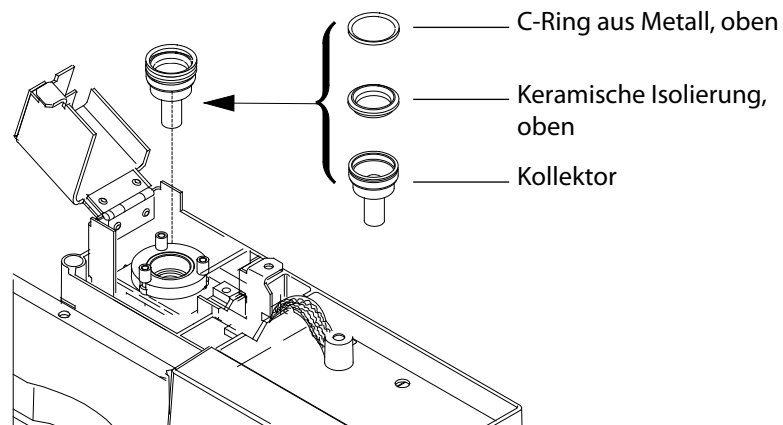

Abb. 6 SPD-Kollektor, obere Isolierung und C-Ring aus Metall
- 20** Installieren Sie den unteren C-Ring aus Metall, die untere keramische Isolierung und den oberen C-Ring aus Metall. Siehe Abb. 6.